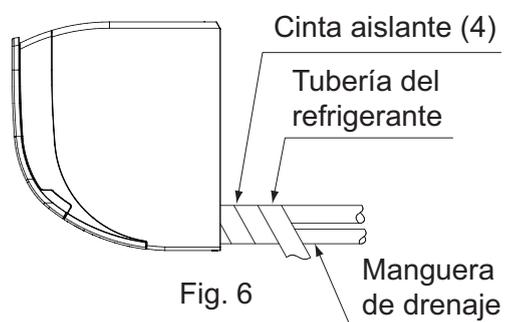
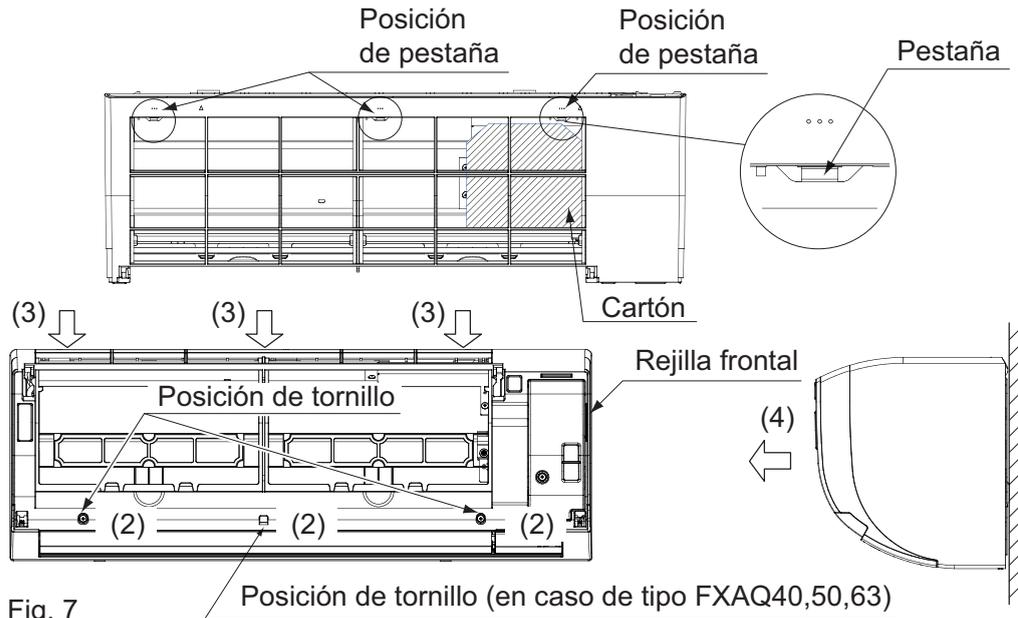
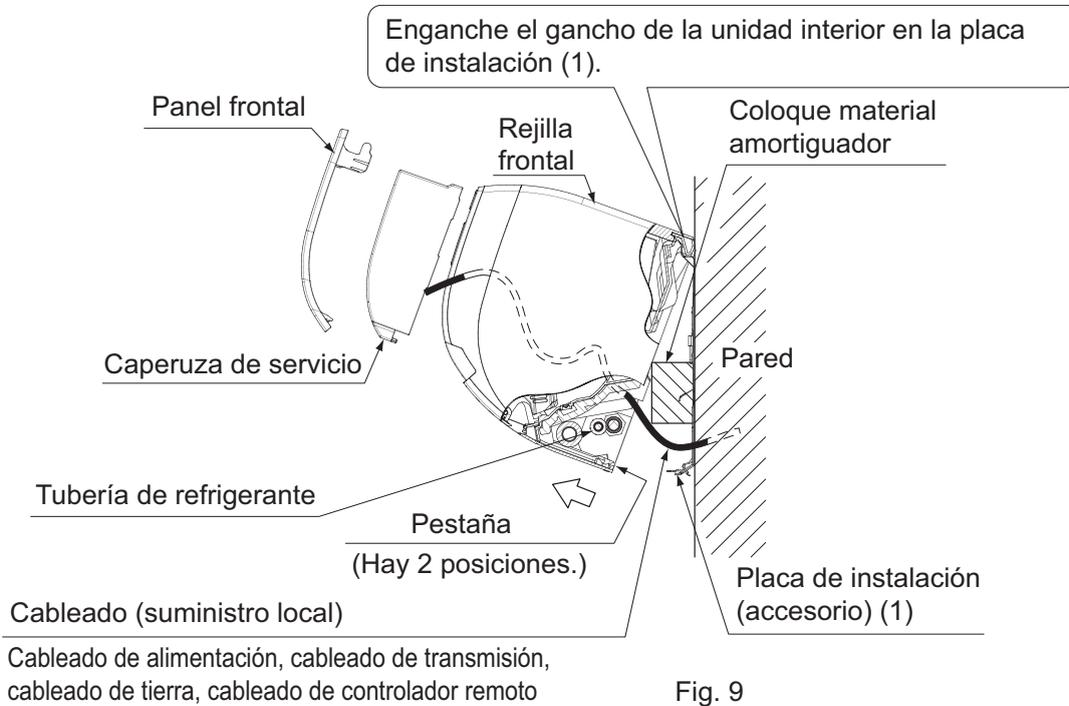

Fig. 6
Fig. 7
Fig. 9
**(5) Dirija el tubo en el sentido en que se lo pasará.**
**Para tubería derecha, abajo derecha y atrás derecha (Refiérase a la Fig. 6)**
- Envuelva la manguera de desagüe y la tubería de refrigerante juntas con la cinta aisladora (4) de forma que la manguera quede debajo de la tubería de refrigerante.
- Extraiga la rejilla frontal. (Consulte la Fig. 7)
**(6) Enganche la unidad interior en la placa de instalación. (Refiérase a la Fig. 9)**
**(9) Presione ambos bordes inferiores de la unidad interior con las dos manos y enganche la pestaña de la parte posterior de la unidad interior en la placa de instalación (1). (Refiérase a la Fig. 9)**
- Retire ahora el dispositivo amortiguador colocado en el paso (6).